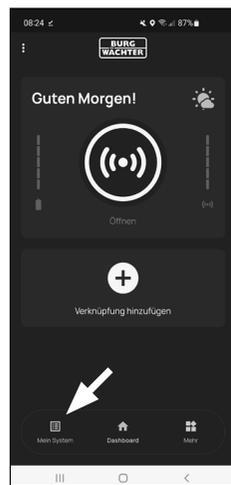

Fig. 4
- 7 Appare la schermata principale dell'app BURGsmart. Aprire il menu "Mein System" (Il mio sistema) in basso a sinistra (Fig. 4).